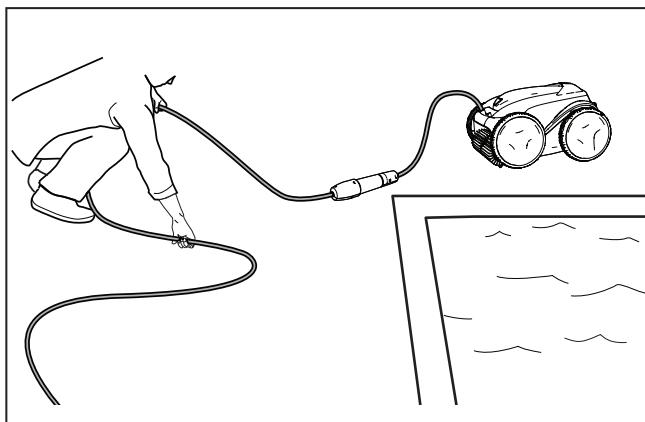

Figura 20. Desenrede
4. Saque el limpiafondos de la piscina y desenrede todos los bucles y vueltas en el cable de alimentación (Figura 20). Comience por el cabezal del limpiafondos. Extienda el cable al sol para que se afloje y desaparezcan las marcas de enredo.